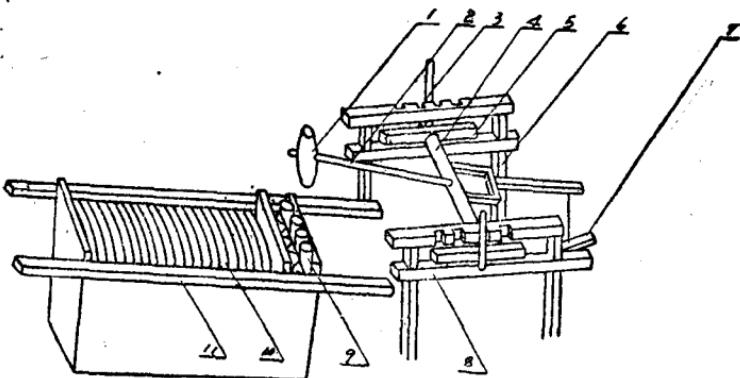
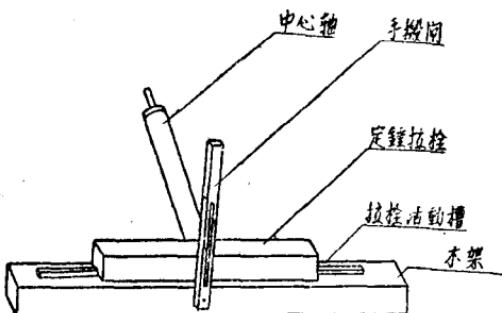

图4 手扳脚踏锤榨示意图
图5 手扳脚踏锤榨中心軸部份示意图
**一、制作方法** 用二个1米左右高的木架，中間架83.3厘米长活动軸，軸中間安1.5米锤杆，前者安37.5公斤铁锤(一般用40个重铁锤安在木锤上亦可) 中心軸后面安脚踏板，用繩子系在脚踏板上，中心軸两端安装活动拉栓，夹在木架中間、木架横木上按照四条楔的位置刻出四个定锤槽，木架两面安两个手扳閘，移动中心軸(图4及图5)。